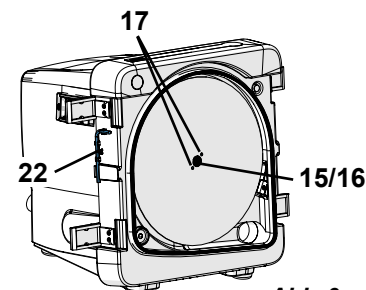

Abb. 9
- Türverschlüsse öffnen (Abb. 9) und Trimmertür abnehmen.
| Trimmerscheibe flattert.                               | Trimmerscheibe liegt nicht flächig auf dem Flansch auf.          | Trimmerscheibe nach Anleitung neu montieren (siehe Kap. 5.4).Auf exakte Positionierung der Trimmerscheibe zu den Arretierstiften achten (17, Abb. 9)!Ablagerungen und Verschmutzungen auf der Rückseite der Trimmerscheibe und dem Trägerflansch entfernen.   |